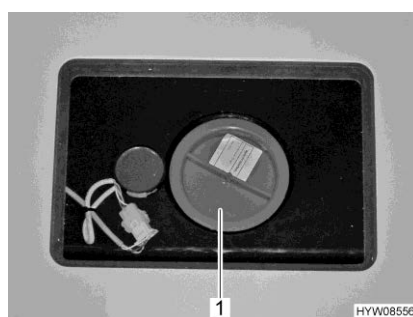

Fig. 189 Apertura per la pulizia (serbatoio delle acque grigie)
- A questo scopo aprire l'apertura per la pulizia (Fig. 189,1) per il serbatoio delle acque grigie e il rubinetto di scarico.